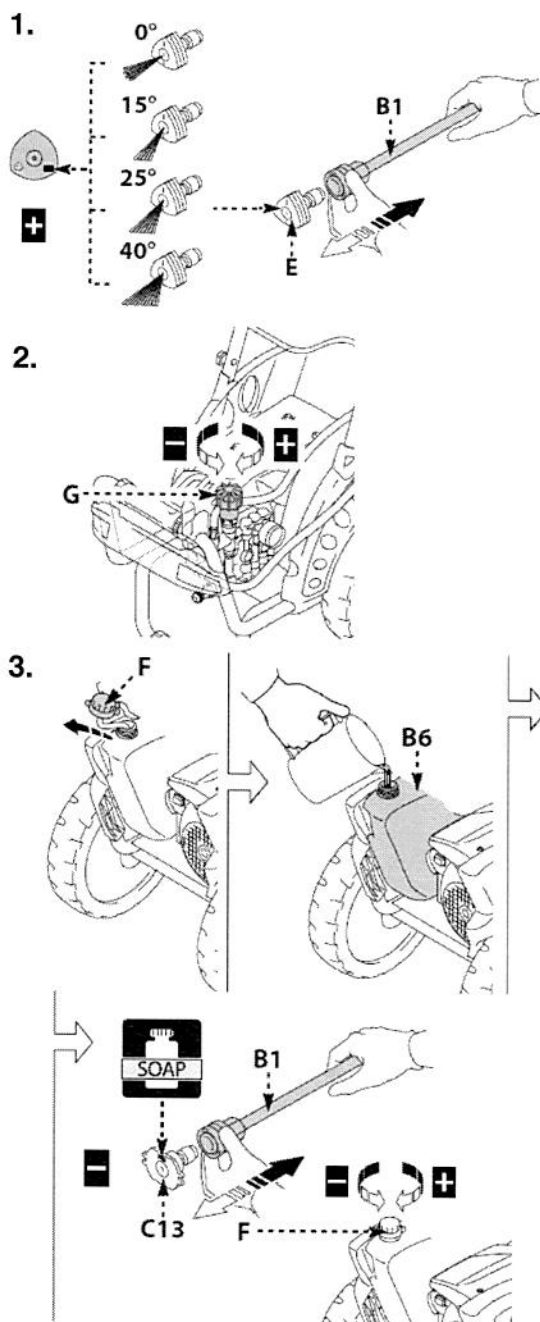

Abb. 8: Einstellungen
Schritt 7: Stecken Sie den Stecker in die Steckdose (400 V) ein (Abb. 8).